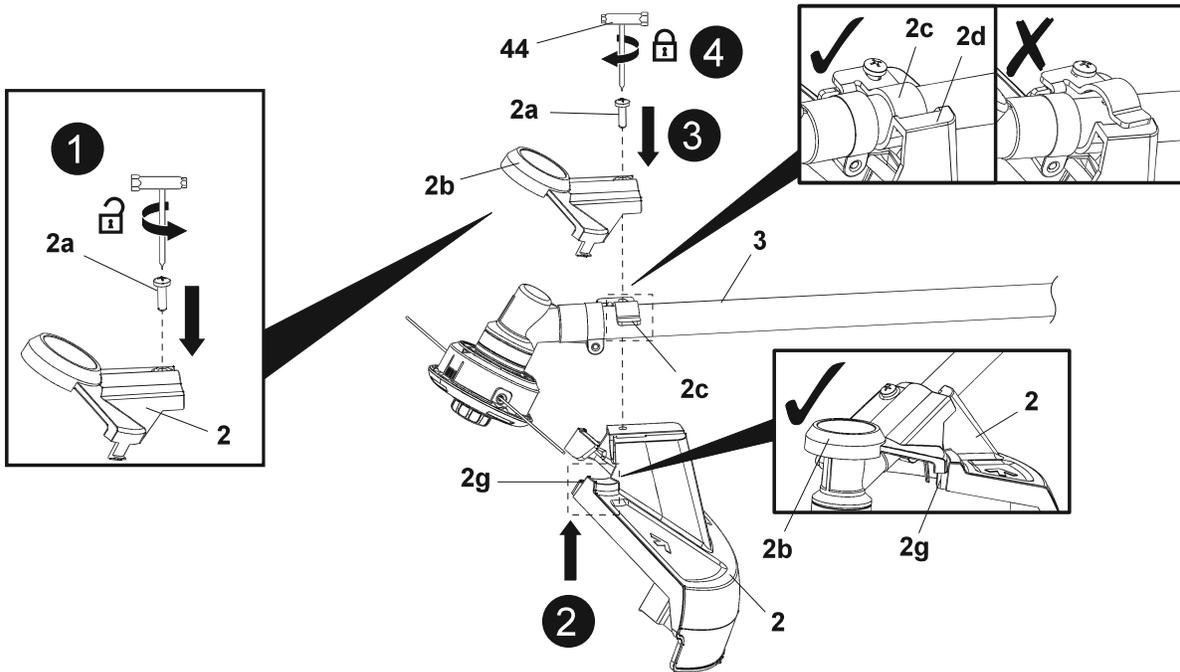

Fig. 2
1. Retire o parafuso de fixação (2a) da proteção (2) utilizando a multiferramenta fornecida (44) e mantenha-a à mão (Fig. 2, passo 1).
2. Alinhe a proteção (2) com o suporte da proteção (2c) no cabo do aparador de relva/roçadora (3) (Fig. 2, passo 2) e fixe-a na posição.
3. Alinhe a cobertura de proteção (2b) com o suporte da proteção (2c) no cabo do aparador de relva/roçadora (3). Certifique-se de que a chapa de metal do suporte da proteção (2c) está totalmente inserida na ranhura (2d) da proteção. Certifique-se de que o grampo da cobertura de proteção (2b) é pressionado através da fivela (2g) da proteção (2), devendo produzir um estalido audível (Fig. 2, passo 3).
4. Certifique-se de que os orifícios para parafusos na proteção (2), no suporte da proteção (2c) e na cobertura de proteção (2b) estão devidamente alinhados.
5. Fixe as ligações girando o parafuso de fixação (2a) para a direita com a ajuda da multiferramenta (44) fornecida (Fig. 2, passo 4).